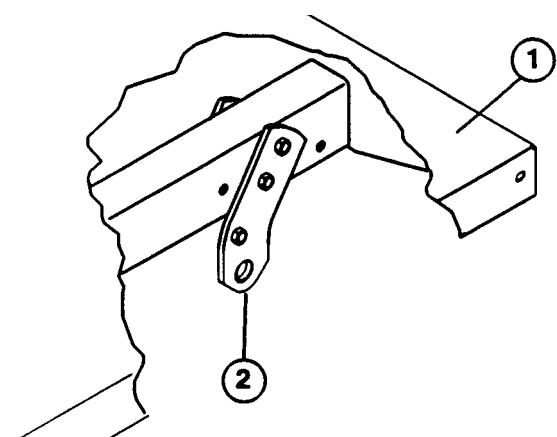

Fig. 5
4. Montare ciascun set di plaste di rotazione posteriori sui profili destro e sinistro del telaio del pianale con le viti mordenti ed i controdadi tolti in precedenza. Mettere le staffe in posizione sul pianale standard come illustrato; per il pianale a 2/3 consultare la Fig. 5.